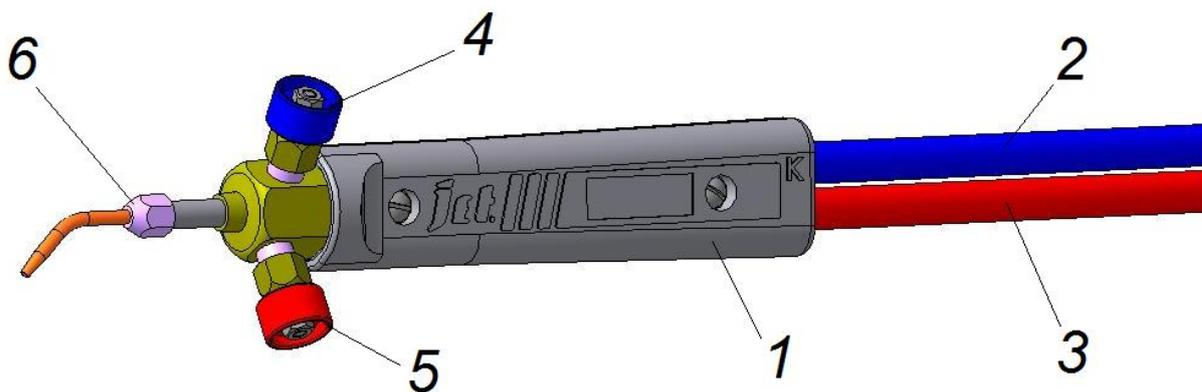

Рис.1 Горелка Г1
4.1 Безинжекторная однопламенная горелка Г1 (см. рис.1) состоит из ствола 1 с несъемными рукавами кислорода 2 и горючего газа 3 и комплекта наконечников 6. Ствол горелки имеет регулировочные клапаны кислорода 4 и горючего газа 5. К стволу по кислородному рукаву, через ниппель с гайкой (резьба М16х1,5 правая) подается кислород, по рукаву горючего газа через ниппель с гайкой (резьба М16х1,5ЛН левая) подается горючий газ. Кислород и горючий газ подаются в горелку под равными давлениями. В смесительной камере происходит смешение кислорода и горючего газа. Образовавшаяся горючая смесь движется по трубке наконечника к выходу мундштука, на выходе из которого смесь горит. Регулирование мощности пламени в пределах одного наконечника производится клапанами или изменением рабочего давления на редукторах. Ступенчатое изменение мощности пламени производится сменой мундштуков.